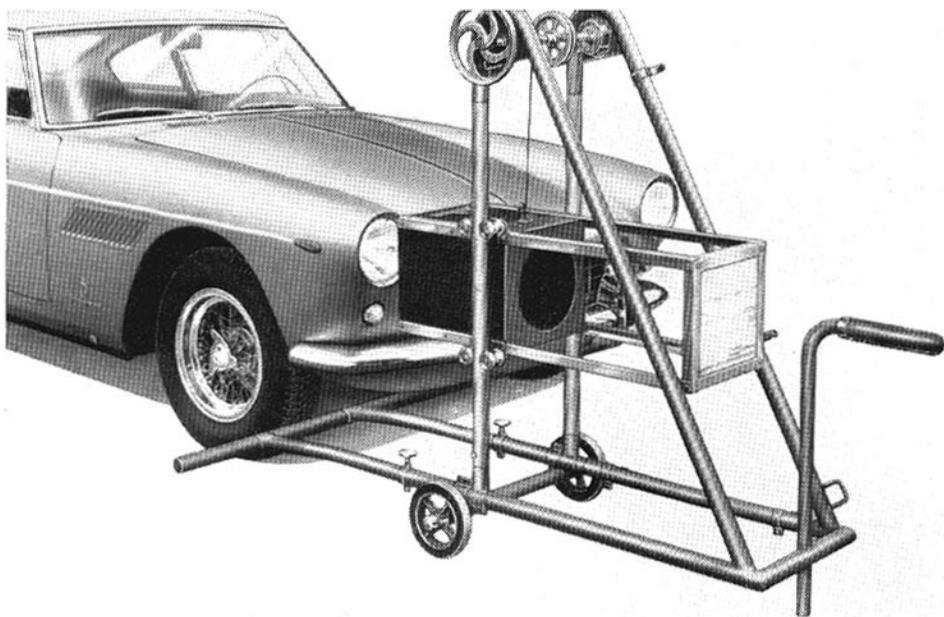

Fig. 68 - Orientamento proiettori con apparecchio Regloscope.
- Disporre la vettura scarica su un piano orizzontale e piazzare di fronte ad essa l'apparecchio come indicato in fig. 68.